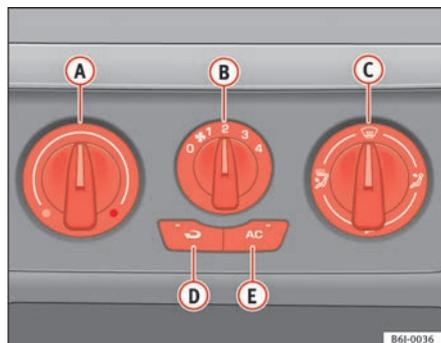

Fig. 87 Mandos de la calefacción en el tablero de instrumentos
- Con los reguladores ⇒ fig. 87 **A** y **C** y con el mando **B** se regula la temperatura, la distribución del aire y la velocidad de la turbina.